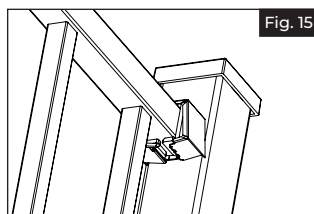

Fig. 15
b. Enganche primero la banda sólida (lado izquierdo) del clip en la parte inferior del soporte. Apriete la cubierta por los lados hasta que la banda de 3 dedos encaje en la parte inferior del soporte (Fig. 15).